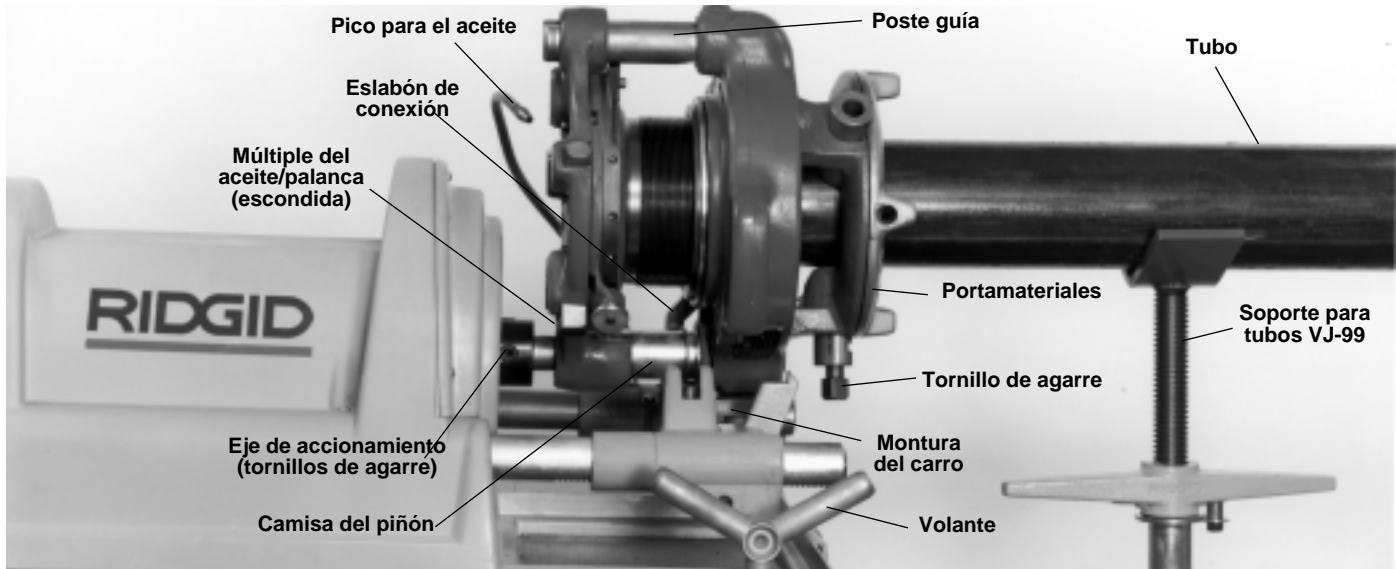

Figura 20 – Funcionamiento de la Roscadora a Engranajes No. 141
**Instalación de la Roscadora a Engranajes No. 141 (Figura 20)**